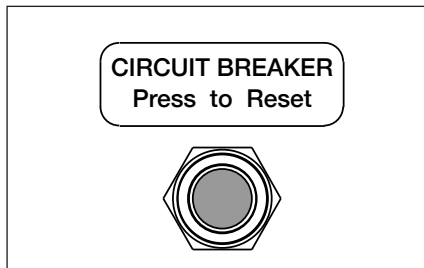

Figura 12, Botón de restablecimiento del disyuntor
8.6 Botón de restablecimiento del disyuntor (véase Figura 12)